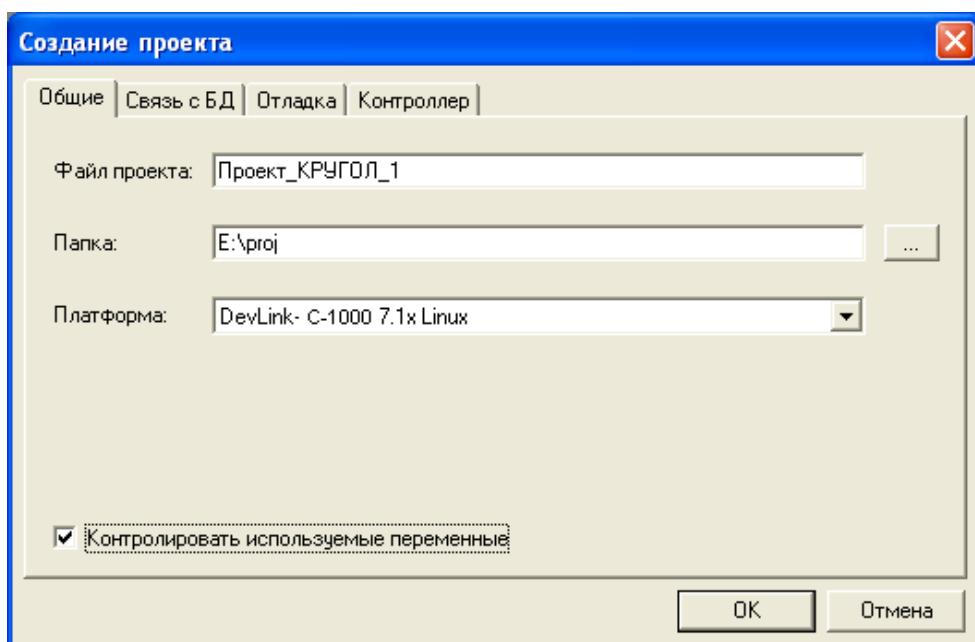

Рисунок 2.1 – Окно «Создание проекта»
- 2 В окне «Создание проекта» (рисунок 2.1) задать необходимые характеристики проекта
- 3 Вкладка «Общие» (рисунок 2.1). Ввести имя создаваемого проекта (поле «Файл проекта»), путь к каталогу, в котором он будет расположен («Папка»), и целевую платформу, которая выбирается из списка доступных платформ («Платформа») Платформу необходимо указать ту, на которой будет функционировать созданный алгоритм пользователя. Параметр «Контролировать используемые переменные» влияет на режим трансляции проекта. Если данный параметр установлен, то транслятор проверяет наличие в базе данных всех используемых в проекте переменных